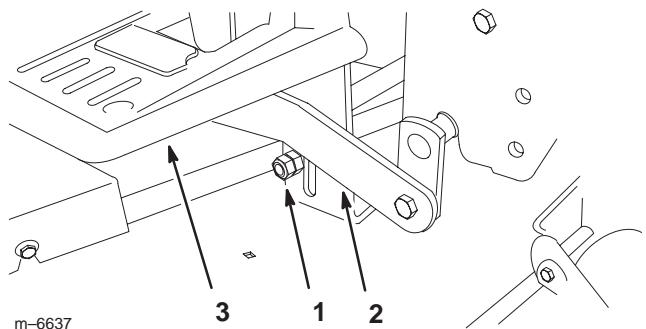

Figure 16
1. Réglez le plateau de coupe à la hauteur de coupe la plus élevée (Fig. 22) et vérifiez si les butées du niveau de transport touchent le bas des barres d'attelage (Fig. 16).
2. Le cas échéant, desserrez et réglez les butées de niveau de transport pour qu'elles touchent juste le bas des barres d'attelage (Fig. 16).
5. Si l'un des pare-chocs ne touche pas le repose-pied, réglez la butée de niveau de transport appropriée (Fig. 16).